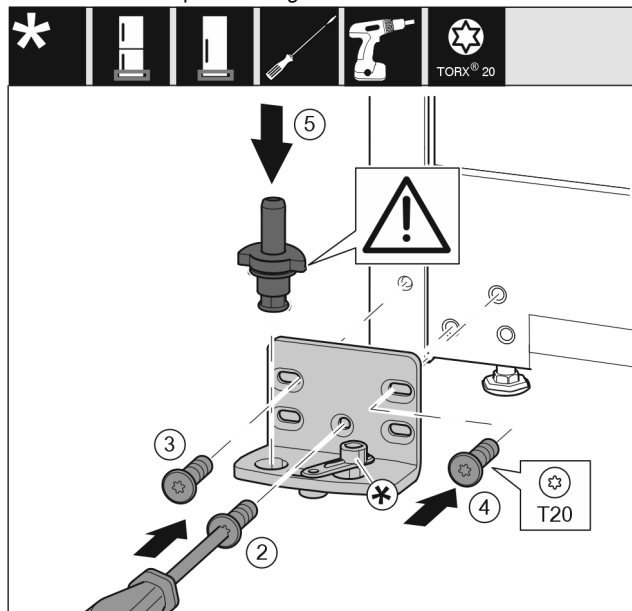

Fig. 48 *
- ▶ Applicare il blocco di supporto sull'altro lato e avvitare con l'aiuto di un cacciavite. Iniziare dalla vite Fig. 48 (2) in basso al centro.*
- ▶ Stringere la vite Fig. 48 (3) e la vite Fig. 48 (4)*
- ▶ Inserire completamente i perni di supporto Fig. 48 (5). Facendo ciò assicurarsi che la camma di arresto sia rivolta all'indietro.*